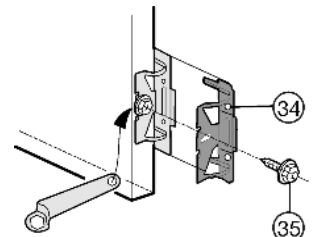

Fig. 12
- ▶ Alle bevestigingshoeken Fig. 12 (34) met zeskantbout Fig. 12 (35) in de voorgeboorde gaten van de deur an het apparaat draaien.
- ▶ een 3e paar bevestigingshoeken Fig. 12 (34) monteren.